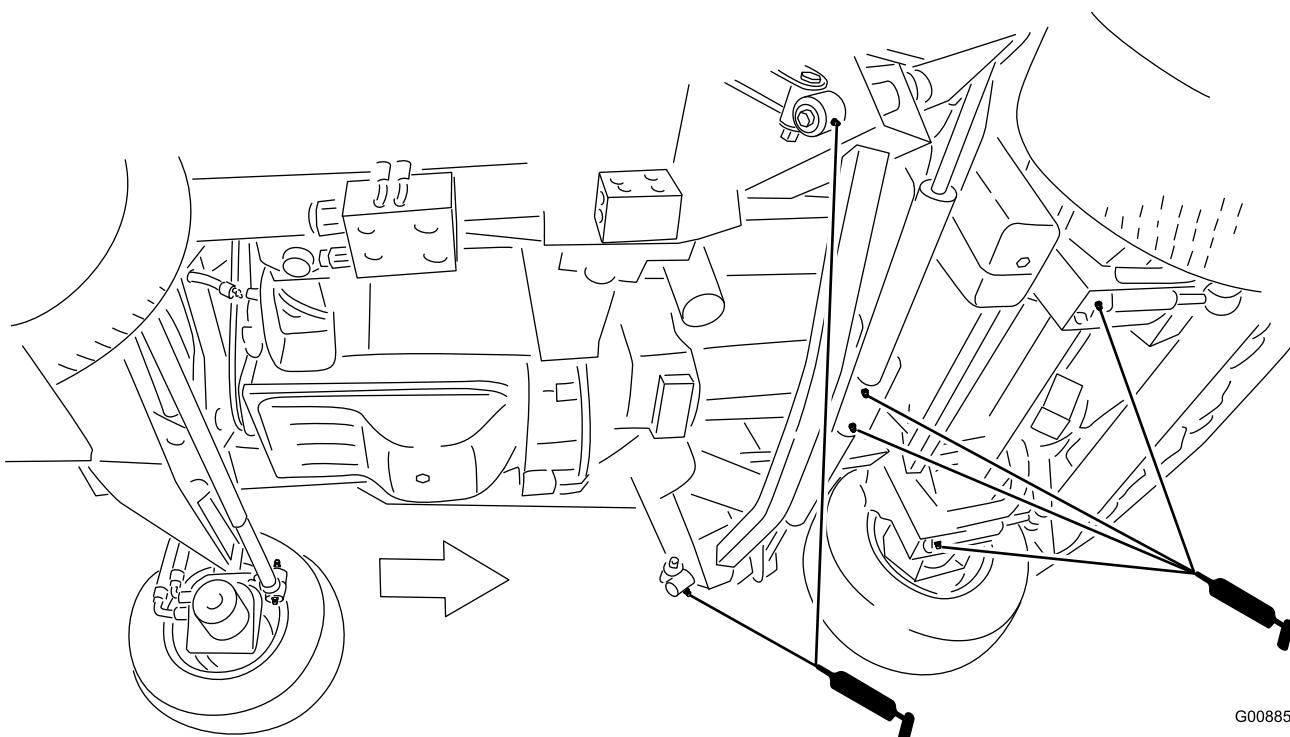

Figura 50
- Brazos de impacto (2) (Figura 50)
- Pivotes de los cilindros de elevación de la carcasa delantera (2) (Figura 50)
- Pivotes de los cilindros de elevación de las carcassas laterales (2) (Figura 50)